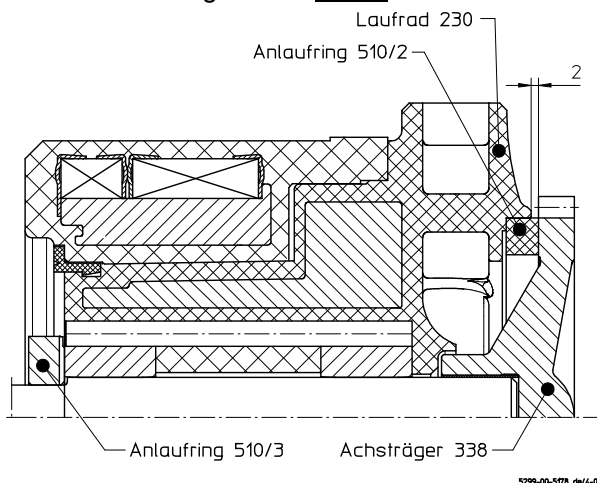

Bild 8
- Kontrollieren, ob der Anlaufring ca. 2 mm aus dem Laufrad herausragt. Siehe **Bild 8**.